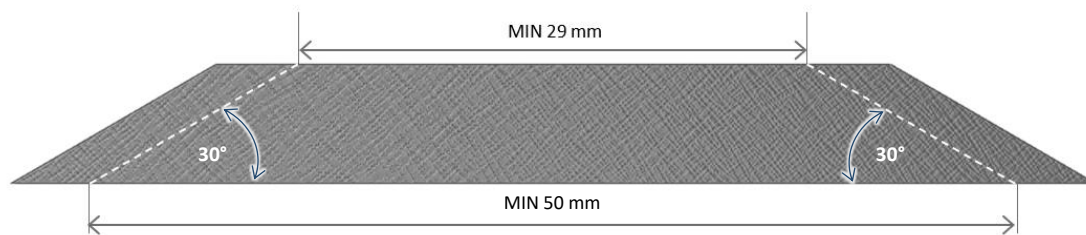
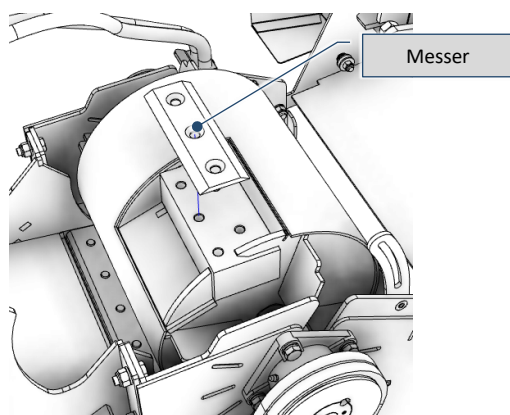

Abb. 9-25 – Messerschliff
Abb. 9-30 – Entfernen des Messers
GEBOT! Die Messer dürfen beim Schleifen maximal 2,5 mm pro Seite abgetragen werden, wobei ein Schleifwinkel von 30° einzuhalten ist (Fig. 9-25).
- 5) Entnehmen Sie das Messer (Fig. 9-30) und führen Sie den Schleifvorgang durch (Fig. 9-25);